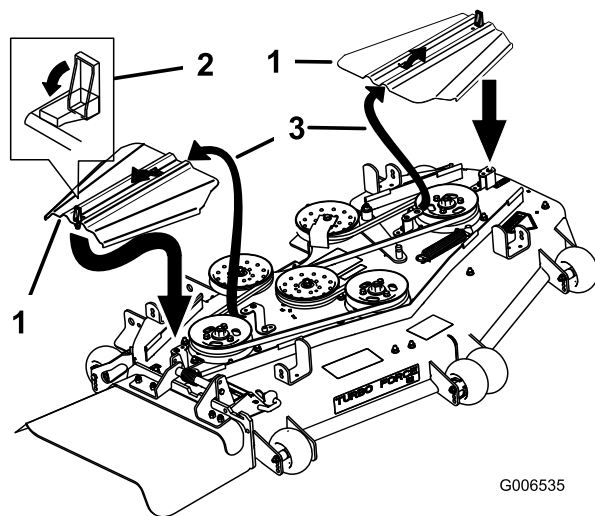

Figura 89
12. Instale as coberturas da correia fazendo deslizar a cobertura para a patilha, instale os parafusos e feche os trincos (Figura 89).